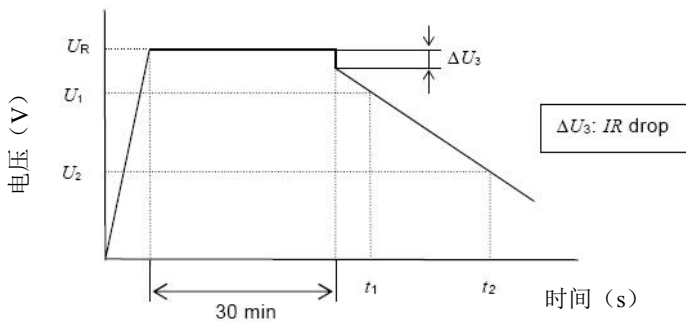

图2 电容器的端电压特性
- ⊙ 测量电容器两端电压从 U_1 到 U_2 的时间 t_1 和 t_2 ，如图2所示，根据下列等式计算电容量值：